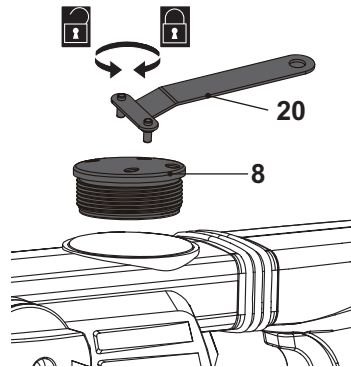

Fig. 8
- > Desserrez le couvercle de la boîte de vitesse (8) avec la clé (20) et retirez-le (fig. 8).
- > Remettez le couvercle de la boîte de vitesse (8) sur le produit. Assurez-vous qu'il est correctement fixé.